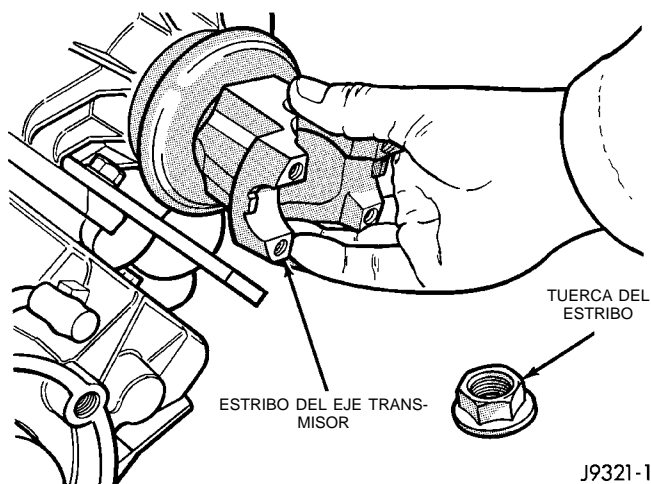
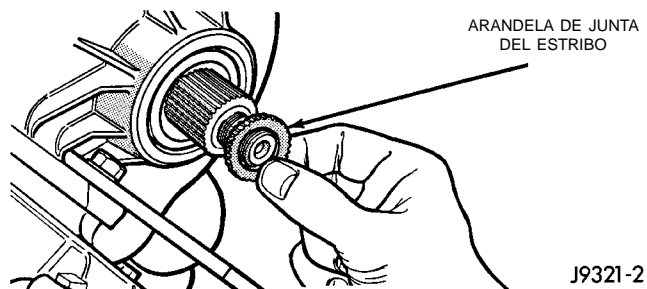

Fig. 73 Instalación del estribo del eje transmisor
Fig. 74 Instalación de la arandela de junta del estribo
(3) Instale una nueva arandela de junta en el eje transmisor delantero (Fig. 74).
(4) Lubrique la maza del estribo con líquido de transmisión e instale el estribo en el eje delantero.
(5) Instale la nueva arandela de junta en el eje delantero.
(6) Instale el estribo y la nueva tuerca del estribo en el eje transmisor delantero (Fig. 73).
(7) Apriete la tuerca del estribo con una torsión de 122-176 N·m (90-130 lbs. pie). Use la herramienta C-3281, o una similar, para sostener el estribo mientras aprieta la tuerca.